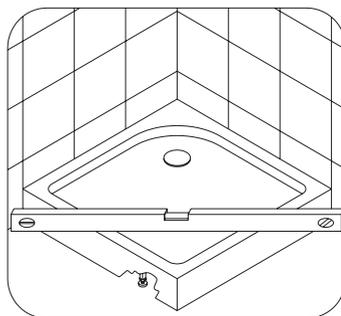

Рис. 2
2. Установите душевой поддон (**08**) на выбранной позиции и подсоедините водосточную трубу к сливному отверстию. Используйте уровень, чтобы выровнять душевой поддон строго горизонтально. См. рис. 2 для более подробной информации.